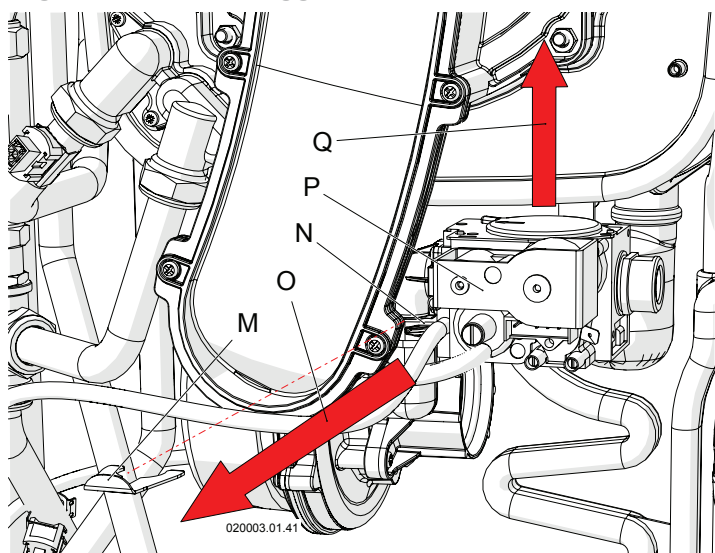

Figura 6-4 - Smontaggio valvola gas
- liberando la valvola "P" (Vedi figura 6-4)
- Rimontare la valvola del gas (vedi figura 6-4, particolare "P"), avendo cura di riposizionare la molla "M".